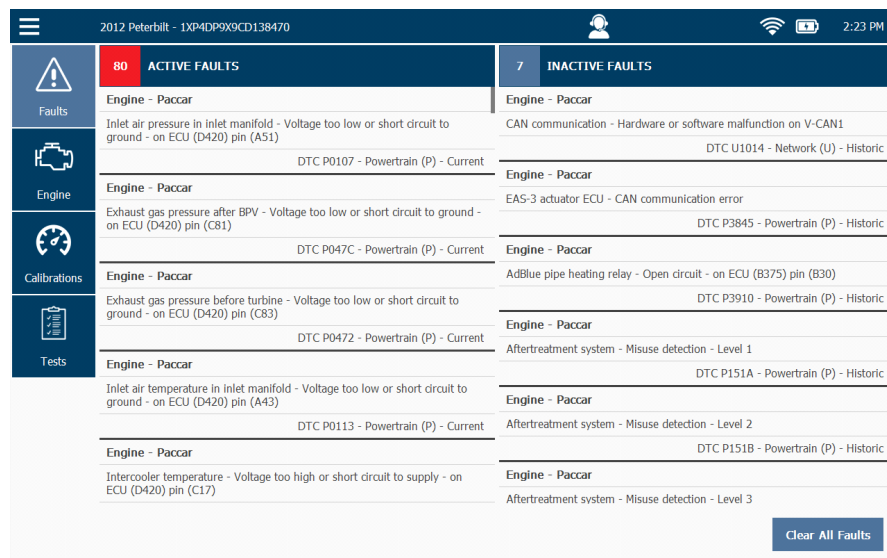

Figure 4.2 Écran des erreurs
- 5 Touchez la **flèche arrière** pour retourner à la liste d'erreurs (Figure 4.2).